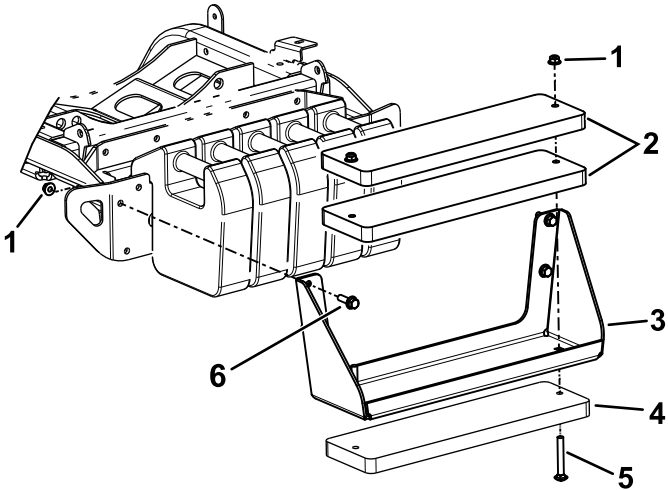

Figura 22
Nota: Consulte estos pasos en la Figura 22.
- A. Utilice los pernos (3/8" x 4") y las tuercas (3/8") para sujetar los 3 pesos al soporte (Figura 22).
- B. Utilice los pernos de cabeza hexagonal y las tuercas (incluidos en el kit) para sujetar el soporte de los pesos a la máquina (Figura 22).
- A. Retire el soporte de los pesos de la máquina (Figura 22).
- C. Utilice los pernos (3/8" x 4") y las tuercas (3/8") para sujetar los 3 pesos al soporte (Figura 22).
- D. Utilice las fijaciones que retiró anteriormente para sujetar el soporte de los pesos a la máquina (Figura 22).